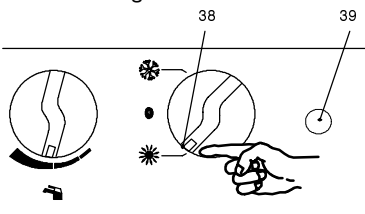

fig. 2.2
- Solo sanitario fig. 2.2
Con il commutatore di funzione (38) come in fig. 2.2 la caldaia è predisposta solo al funzionamento in acqua calda sanitaria.